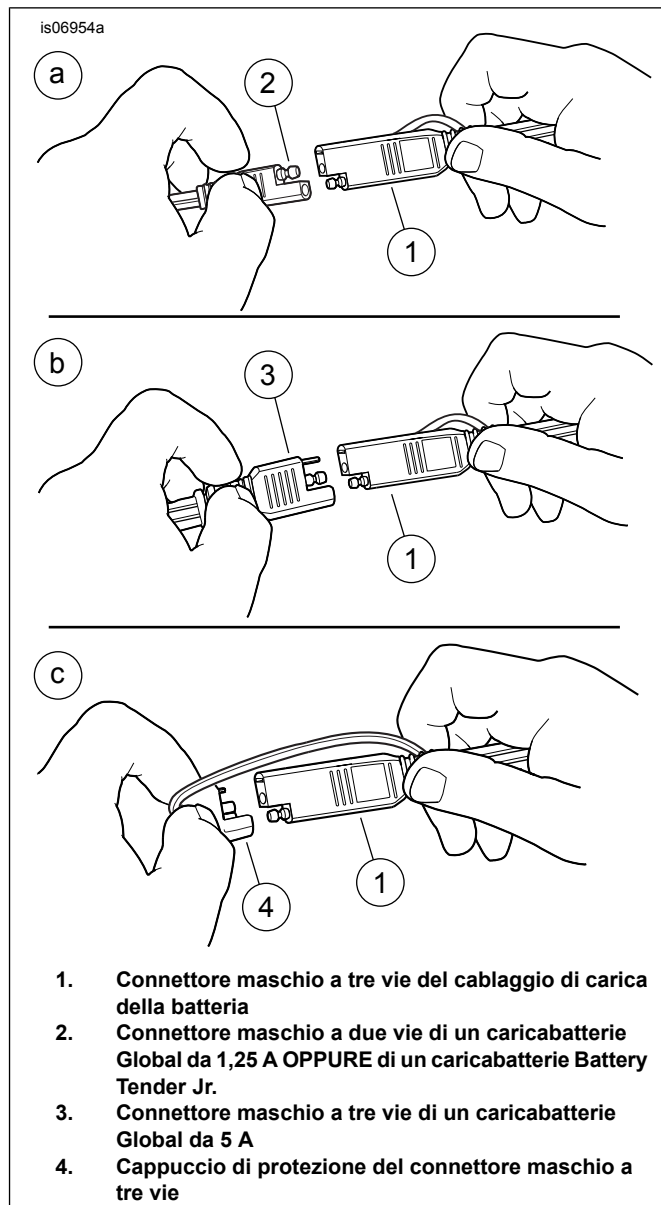

Figura 9. Collegamento al caricabatterie
Vedere Figura 9 a. Collegare il connettore maschio a due vie (2) del caricabatterie al connettore maschio a tre vie (1) sul cablaggio della batteria.
Vedere Figura 9 b. Collegare il connettore maschio a tre vie (3) del caricabatterie al connettore maschio a tre vie (1) sul cablaggio della batteria.
Vedere Figura 9 c. Il cappuccio di protezione (4) deve essere montato sull'intero connettore del cablaggio della batteria (1) per proteggere tutti e tre i terminali da danni e corrosione.